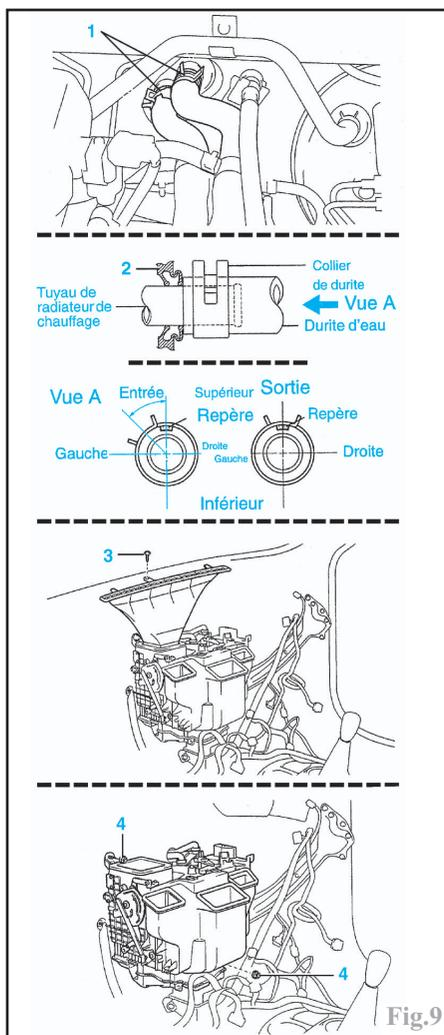

Fig.9
Vidanger le circuit de refroidissement. Débrancher les durits de radiateur de chauffage (1) (Fig.9).